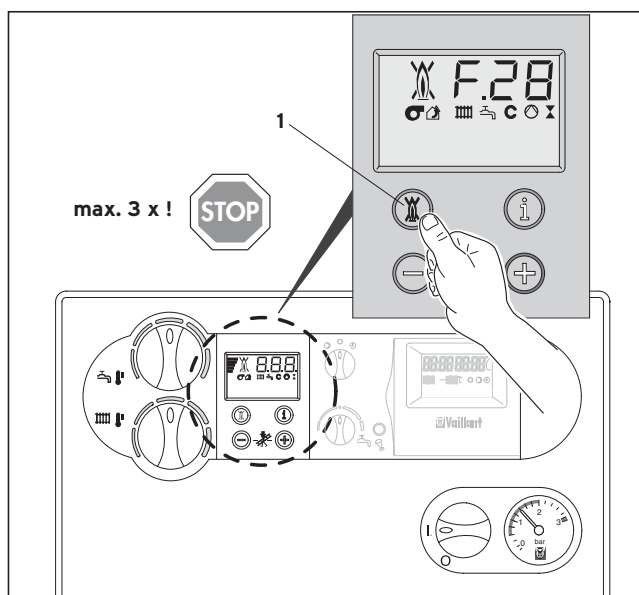

Рис. 3.10 Сброс состояния "Сбой"
- Для сброса состояния "Сбой" нажмите кнопку сброса состояния "Сбой" (1) и удерживайте ее в нажатом положении в течение ок. 1 с (рис. 3.10).